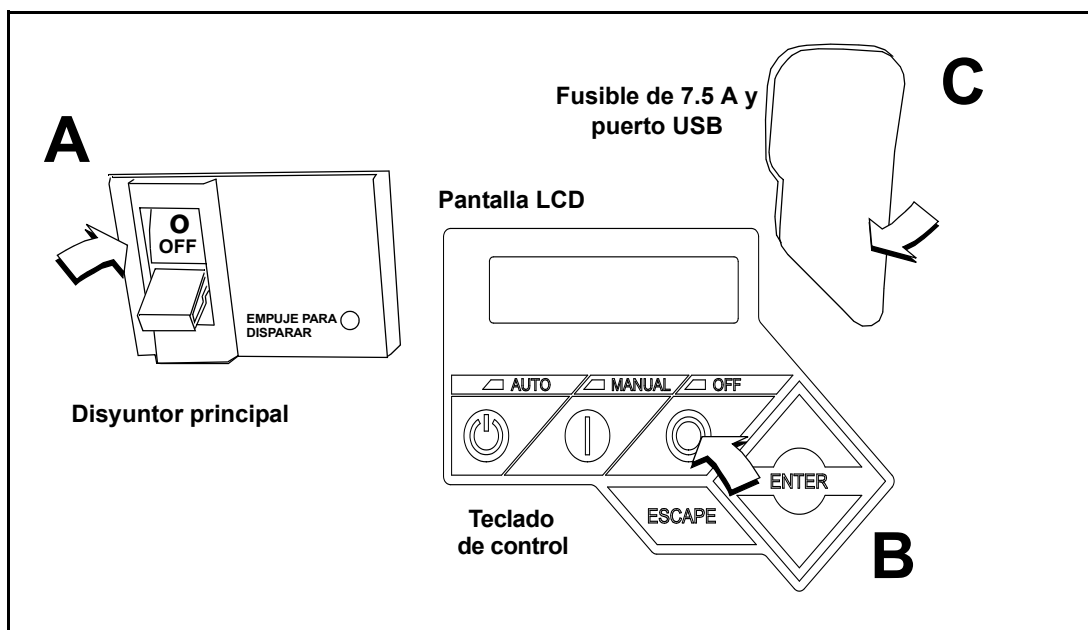

Figura 5-6. Tablero de control del generador
2. Mueva el interruptor del disyuntor principal hacia abajo a la posición OFF (Abierto). Vea A en la Figura 5-6.
3. Pulse OFF en el teclado de control. Un LED rojo se ilumina para confirmar que el sistema está en el modo OFF. Vea B en la Figura 5-6.
5. Tire hacia arriba de la protección de caucho que cubre el portafusibles y retire el fusible de 7.5 A. Vea C en la Figura 5-6.